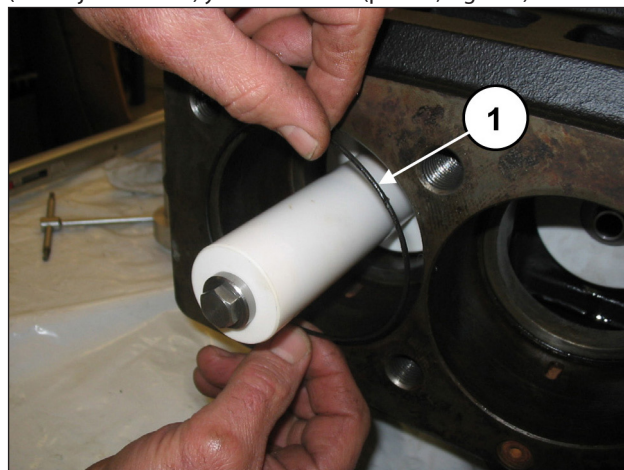
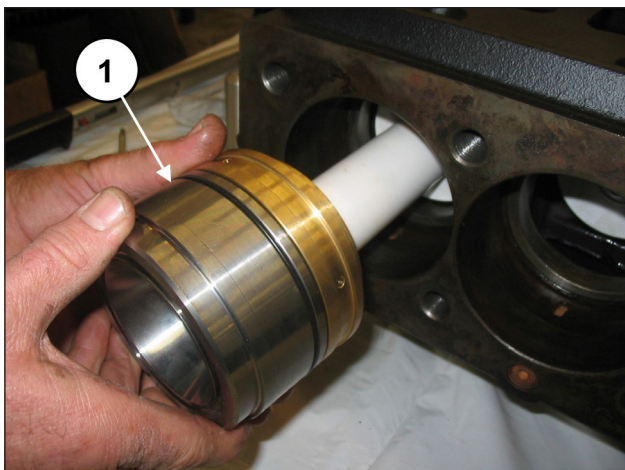

Fig. 139
Fig. 140
Introducir la junta tórica en el cárter de la bomba (pos. ①, Fig. 139) y, a continuación, el bloque camisa-soporte junta (con la junta tórica) ya ensamblado (pos. ①, Fig. 140).